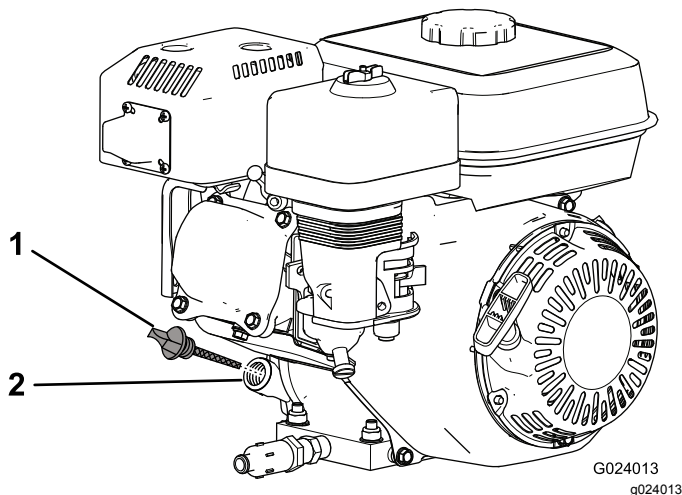

Рисунок 18
2. Заглушите двигатель, подождите, пока он остынет, и очистите поверхность вокруг крышки масляного фильтра / щупа (Рисунок 18).